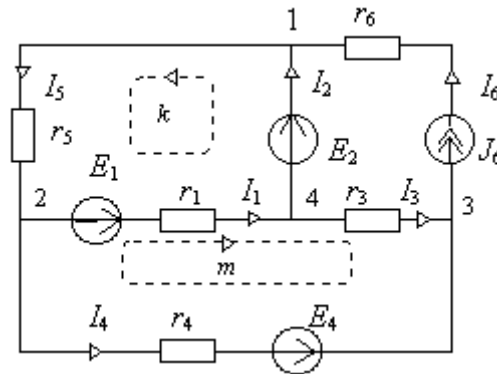

Рис. 3.1
3.1. В электрической цепи, схема которой изображена на рис. 3.1 определить токи во всех ветвях. Параметры элементов:  $r_1 = 5[\text{Ом}]$ ,  $E_1 = 40[\text{В}]$ ,  $E_2 = 20[\text{В}]$ ,  $r_3 = 5[\text{Ом}]$ ,  $r_4 = 20[\text{Ом}]$ ,  $E_4 = 10[\text{В}]$ ,  $r_5 = 10[\text{Ом}]$ ,  $r_6 = 20[\text{Ом}]$ ,  $J_6 = 3[\text{А}]$ .